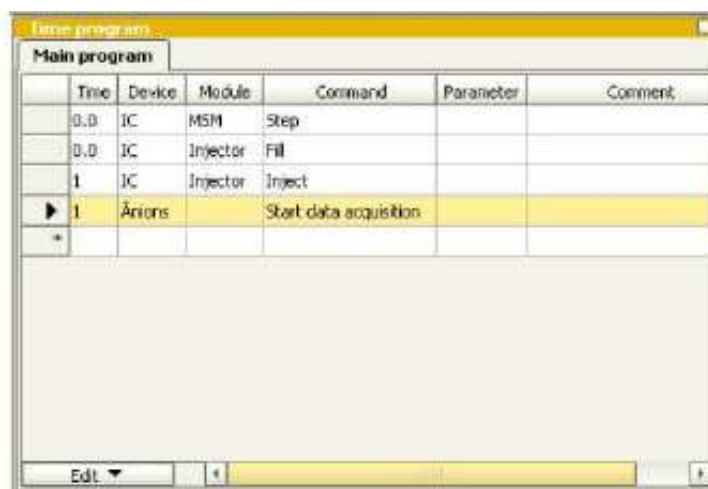

Figura 12.3 – Janela do software Magic Net IC.
- Abrirá uma janela, Figura 12.3. Deixar o tempo “1,0 MIN”. Clicar em “OK”.